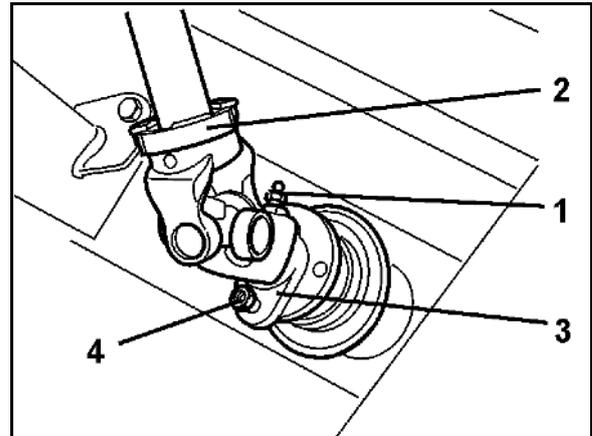

Fig. 97
1. Lösen des Kegelschmiernippels (Fig. 97/1) in der Anschlussgabel (Fig. 97/2) der Gelenkwelle.
2. Entfernen der Scherschraube (Fig. 97/4) zwischen Gabelflansch (Fig. 97/3) der Gelenkwelle und Flansch der Getriebeeingangswelle.